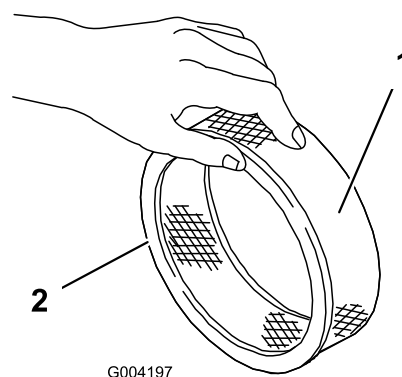

Figure 27
5. Vérifiez que l'élément en papier n'est pas déchiré ni couvert d'une pellicule grasse, et que le joint de caoutchouc n'est pas endommagé (Figure 27).
1. Glissez délicatement le préfiltre en mousse sur l'élément en papier (Figure 27).